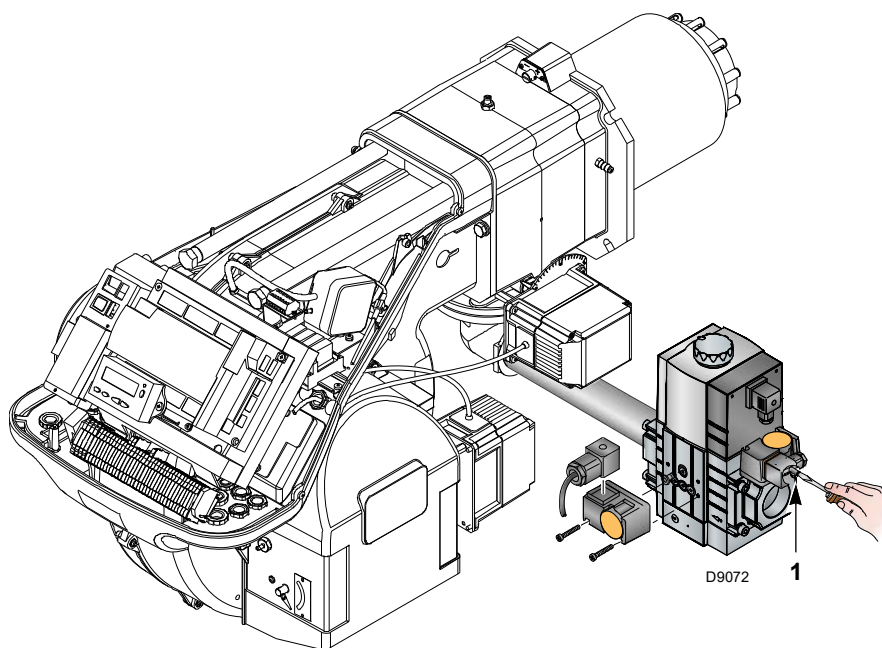

Fig. 29
- Verificați presiunea de alimentare cu gaz prin conectarea unui manometru la punctul de priză de presiune 1)(Fig. 29) al presostatului de presiune minimă a gazului: aceasta trebuie să fie mai mică decât presiunea maximă admisibilă a rampei de gaz indicată pe plăcuța indicatoare.
- Evacuați aerul din conducta rampei de gaz prin conectarea unui tub de plastic la priza de presiune 1)(Fig. 29) a presostatului de presiune minimă a gazului. Scoateți țeava de ventilație în afara clădirii până la detectarea mirosului de gaz.